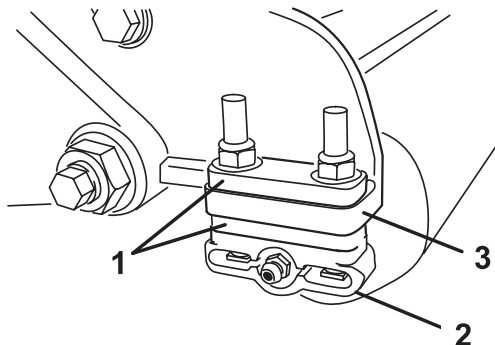

Figure 9
1. Réglez les supports du rouleau arrière (Fig. 9) à la gamme de hauteur de coupe voulue.
- Placez le nombre requis d'entretoises sous la bride de montage de la plaque latérale (Fig. 9) en vous reportant au Tableau des hauteurs de coupe, page 11.